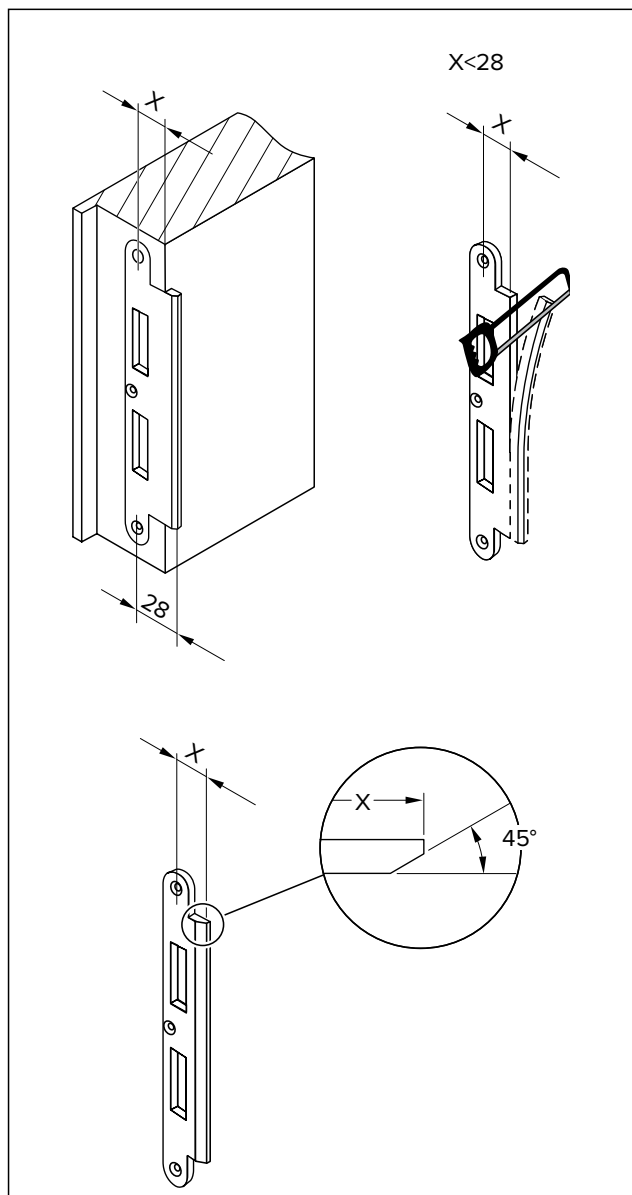

Рис. 26 Размеры и регулировка
6. Отрегулируйте ответную планку (рис. 26).